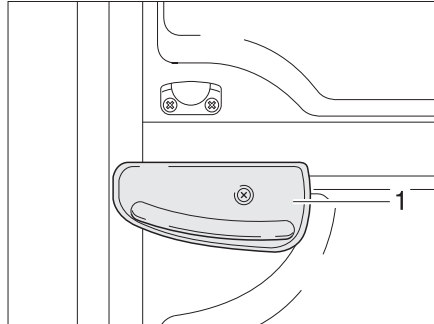

Fig. 23 Palanca de bloqueo en la parte inferior de la puerta
- Bloquear la parte inferior de la puerta. Para ello, girar la palanca de bloqueo (Fig. 23,1) un cuarto de vuelta en sentido de las agujas del reloj.